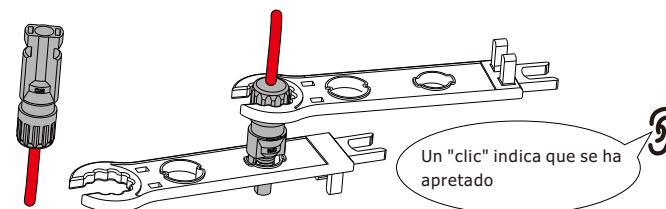

Figura 4.1-3 Conector con tuerca ciega atornillada
Paso 3. Inserte el pin de contacto en la parte superior del conector y apriete completamente la tuerca de tapa en la parte superior del conector, como se muestra en la Figura 4.1-3.